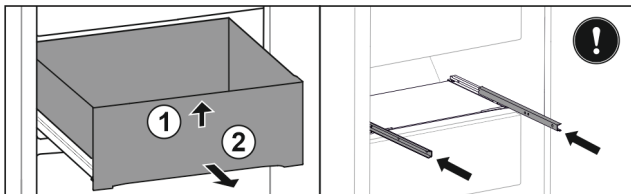

Fig. 123
- Løft skuffen foran. Fig. 123 (1)
- Ta ut skuffen framover. Fig. 123 (2)